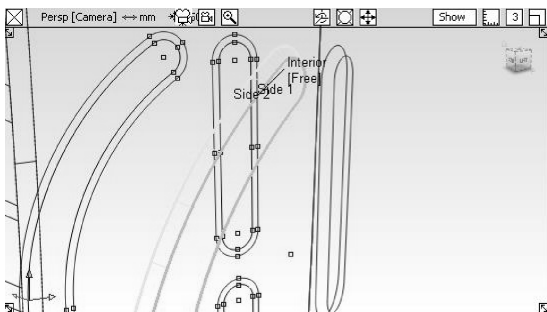

图 4-128 创建过渡曲面
- 60 取消着色显示，在【Palette】（工具箱）中的【Surfaces】工具标签下选择【Free-form blend】工具，在透视图依次单击剪切曲面的边缘，如图4-128所示。